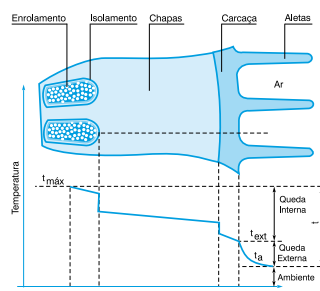

Figura 5.1
c) Um sistema de resfriamento eficiente é aquele que consegue dissipar a maior quantidade de calor disponível, através da menor área de dissipação. Para isso, é necessário que a queda interna de temperatura, mostrada na figura 5.1, seja minimizada. Isto quer dizer que deve haver uma boa transferência de calor do interior do motor até a superfície externa.
O que realmente queremos limitar é a elevação da temperatura no enrolamento sobre a temperatura do ar ambiente. Esta diferença total ( $\Delta t$ ) é comumente chamada “elevação de temperatura” do motor e, como é indicado na figura 5.1, vale a soma da queda interna com a queda externa.
Como vimos, interessa reduzir a queda interna (melhorar a transferência de calor) para poder ter uma queda externa maior possível, pois esta é que realmente ajuda a dissipar o calor. A queda interna de temperatura depende de diversos fatores como indica a figura 5.1, onde as temperaturas de certos pontos importantes do motor estão representadas e explicadas a seguir: